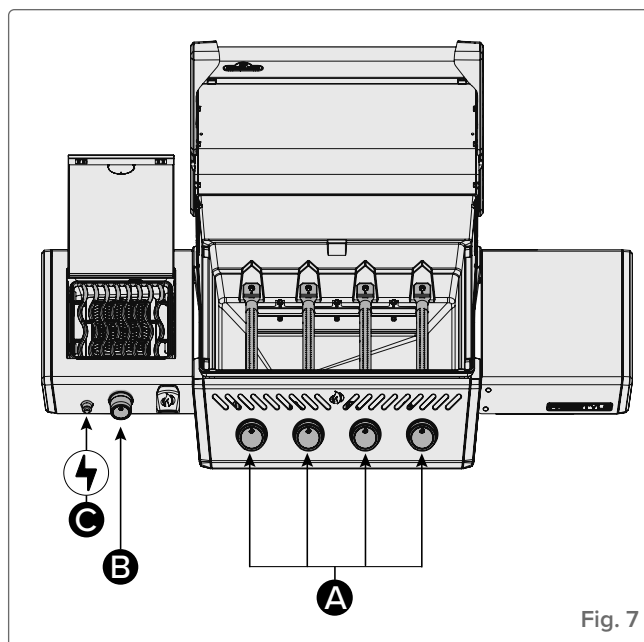
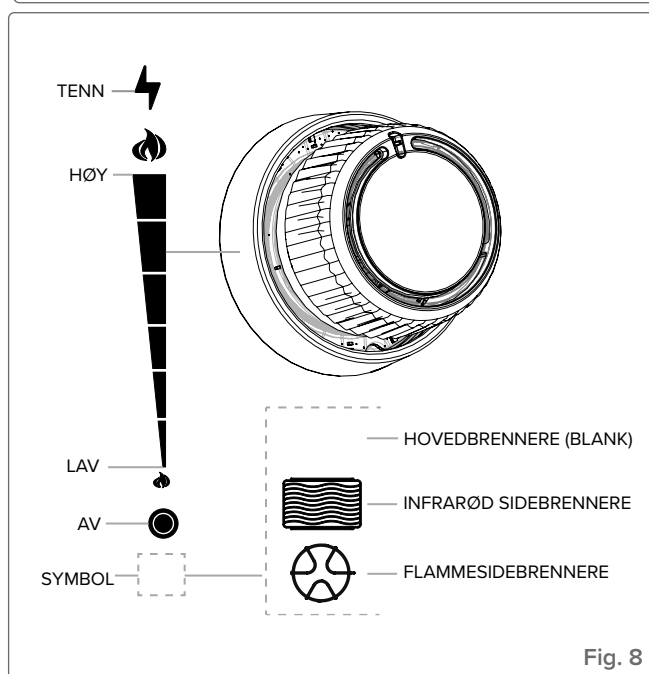

Fig. 7
Fig. 8
1. Åpne grilllokket (**Fig. 7**).
2. Trykk inn og vri sakte en hvilken som helst hovedbryter mot venstre til HØY posisjon til tennflammen tenner. Fortsett å trykke ned kontrollbryteren til brenneren tenner, og slipp deretter (**Fig. 7-A, Fig. 8**).
2. Trykk inn og vri sakte sidebrennerbryteren mot venstre til HØY posisjon til gnisten tenner brenneren. (**Fig. 7-B, Fig. 8**).
2. Trykk inn og vri sakte sidebrennerbryteren mot venstre til HØY posisjon (**Fig. 7-B, Fig. 8**).
3. Trykk inn og hold inne tennknappen til brenneren tenner, eller tenn med fyrstikk (**Fig. 7-C**).